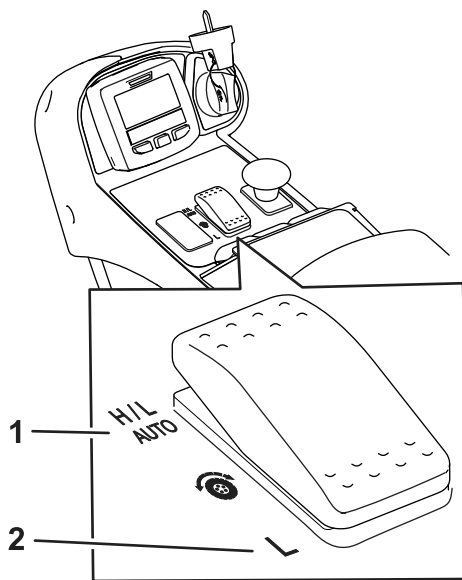
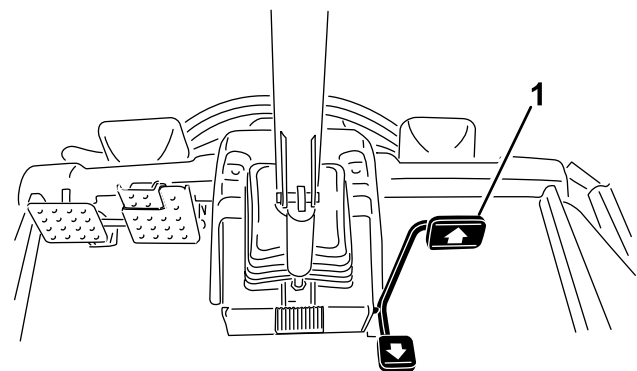

Figura 20
Figura 21
- En condiciones de uso normales, esta máquina está diseñada para funcionar en la posición H/L AUTO del interruptor de gamas de velocidad (Figura 20). Esta posición permite que la máquina cambie automáticamente entre las gamas de
- Cuando se selecciona la posición BAJA del interruptor de gamas de velocidad (Figura 20), la máquina funciona siempre en la gama de velocidad baja. Este ajuste es preferible para desplazamientos dentro de un taller, para cargar o descargar la máquina de un remolque, para subir cuestas empinadas o en cualquier otra situación en la que no se desee utilizar las altas velocidades de tracción de la gama de velocidad alta.
Esta máquina está equipada con 2 gamas de velocidad de tracción: baja y alta. El interruptor de gamas de velocidad le permite seleccionar las posiciones siguientes (Figura 20):
Esta función permite ajustar la velocidad máxima de la máquina al pisar el pedal a fondo hacia adelante (Figura 21). Puede establecer una velocidad independiente para las gamas baja y alta (Figura 20).